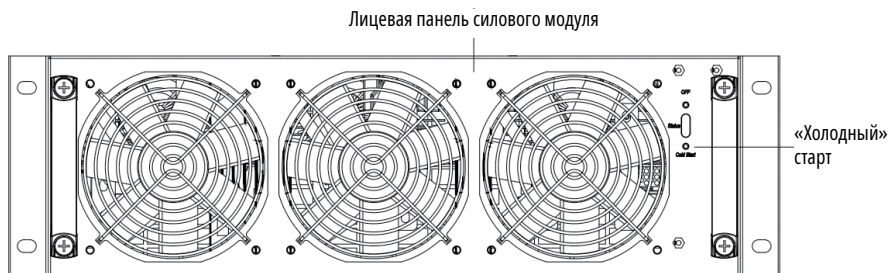

Рисунок 5.2. Расположение кнопки «холодного» старта силового модуля
- После начала работы модуля мониторинга необходимо нажать кнопку холодного запуска силового модуля, расположенную на его передней панели (см. Рисунок 5.2). Модуль начнет работать, и система будет выполнять следующие за этапом 3 действия в режиме нормально-го запуска. Система запустит выпрямитель, затем инвертор. Весь процесс запуска занимает около 60 с, и система перейдет в режим АКБ.